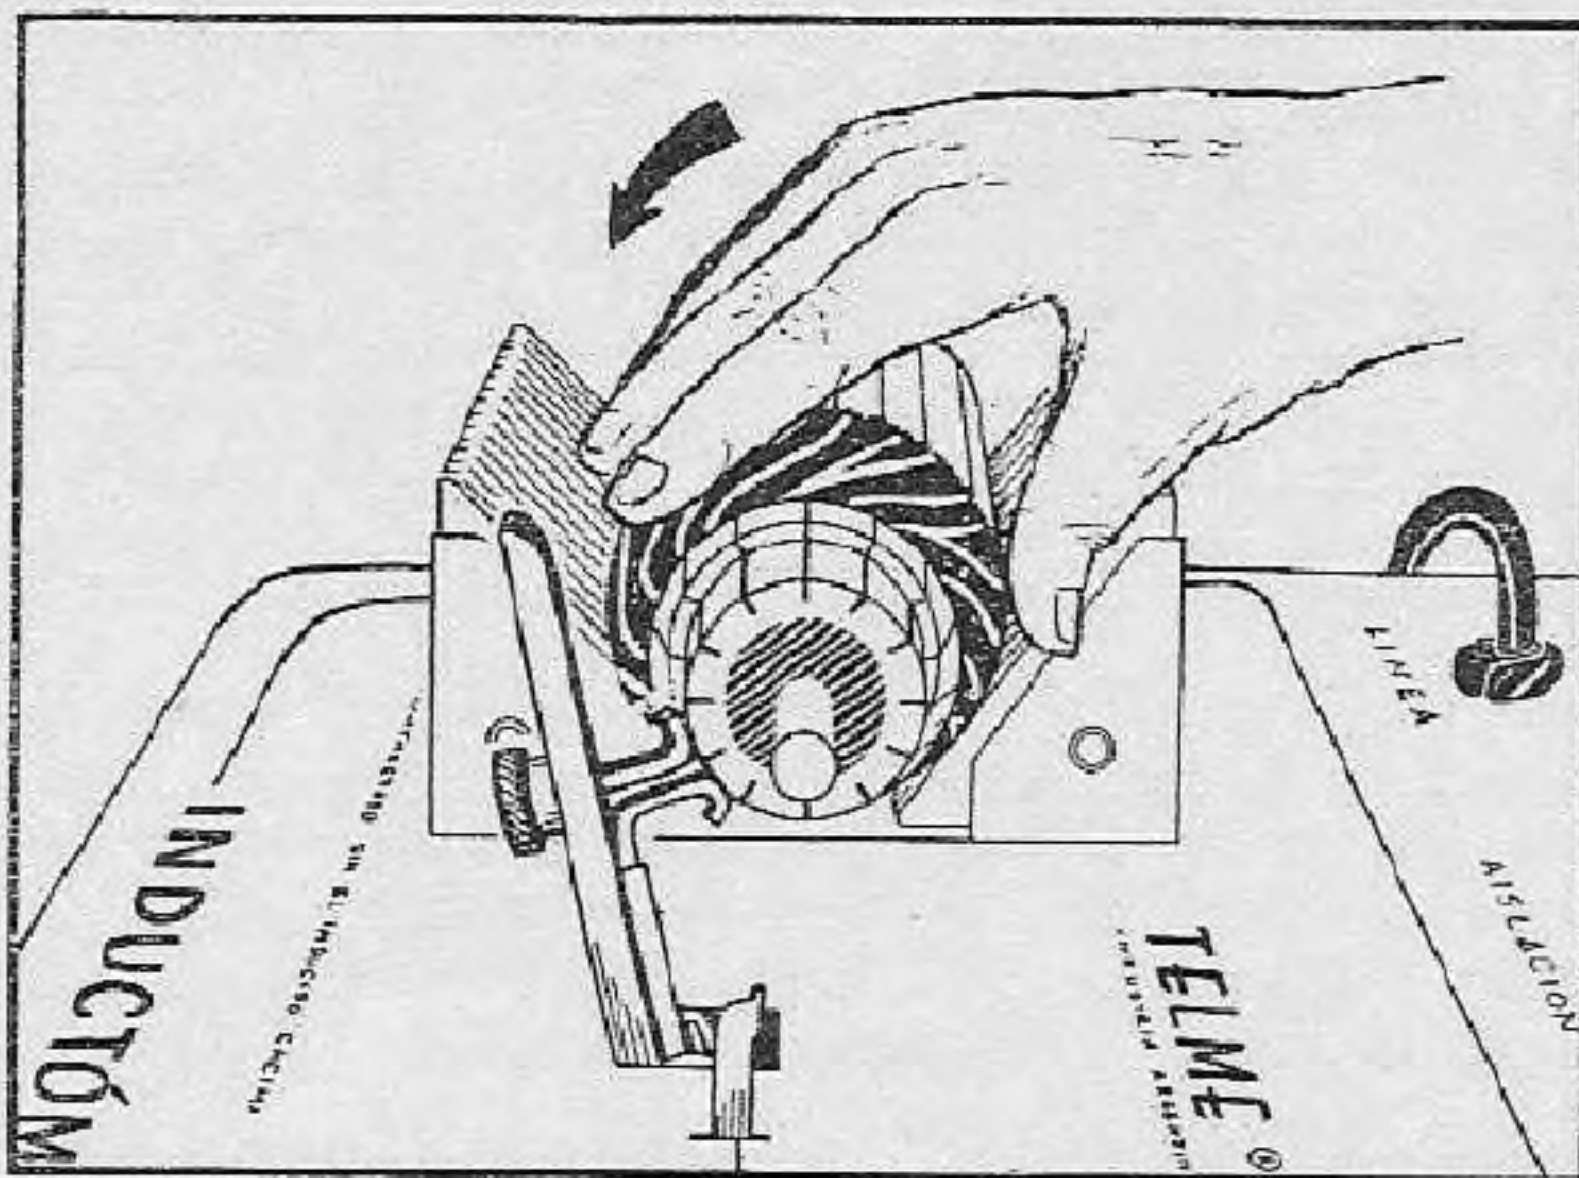

Fig. 152. — Ensayo del inducido en el inductómetro.
6. Girar lentamente el inducido (fig. 152) y tomar nota de las indicaciones del instrumento. Las lecturas se interpretan del siguiente modo: